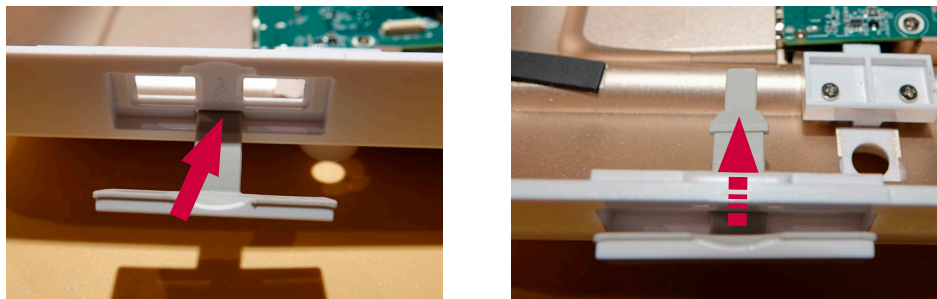

図31 新しいUSBカバーを取り付ける
- b) 新しいUSBカバーをケースの外側から挿入します。ゴムを傷つけないように注意しながら、ゆっくりと平らなドライバーで継手で押します(図31)